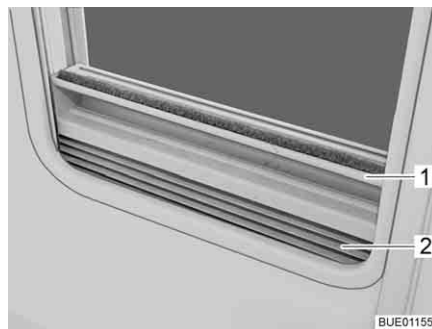

Bild 38 Plisségardin
- Stänga:** ■ Ta tag i mitten på plisségardinens (Bild 38,2) list (Bild 38,1) och drag den nerifån och upp och släpp loss den vid önskad höjd. Plisségardinens stannar på denna höjd.